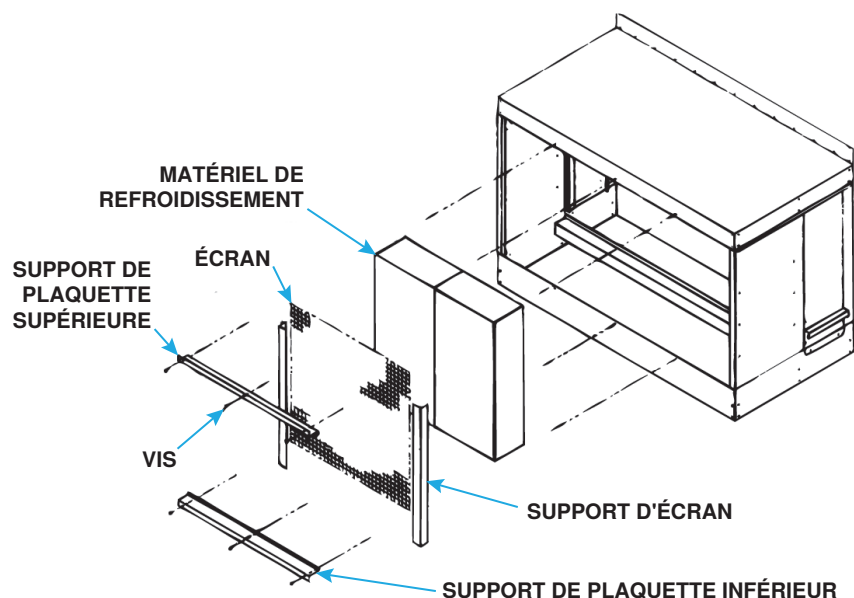

Figure 6. Ensemble de matériaux de refroidissement
1. Retirer le matériel de refroidissement (voir Figure 6):